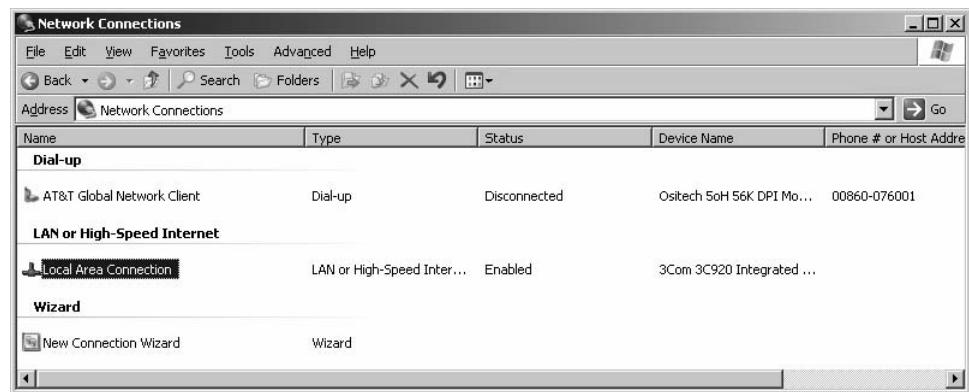

Figura 11: Mis conexiones de red
1. Hacer clic con el botón derecho del ratón en el ícono “**My Network Places**” y seleccionar “**Properties**”: O desde el menú “**Start**”, abrir el “**Control Panel**” y seleccionar “**Network Connections**” para abrir la ventana de conexiones de red (Figura 11).